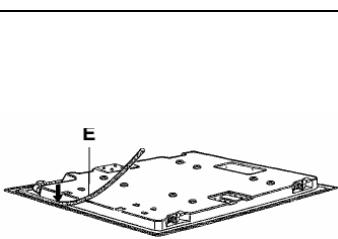

FIG. 11
- Vire a placa e posicione o lado adesivo da junta "E" correctamente (fig. 11) sob a borda da placa para que o lado externo da junta fique correctamente encaixado na borda periférica externa da placa. As extremidades das fitas devem encaixar-se sem ficarem sobrepostas.